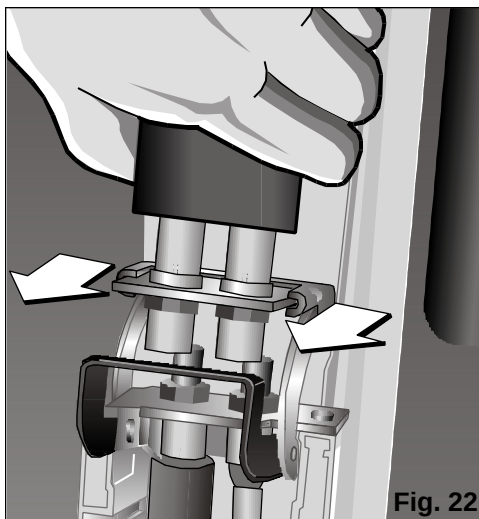

Fig. 22
- ❑ Extraire le tuyau de ses guides de logement en le tirant vers l'extérieur. **Fig. 22**.